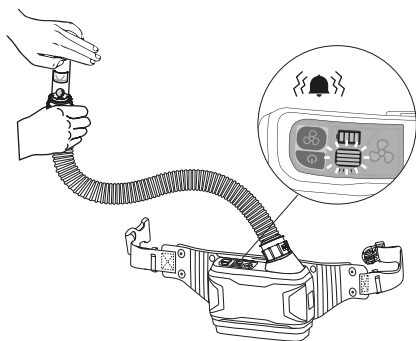

fig.5
- Conecte el indicador de flujo de aire al conducto de aire de la unidad del soplador. Para probar la alarma, encienda la unidad del soplador y cubra el conducto de aire del indicador de flujo de aire. Escuchará una alarma audible y verá la luz verde parpadeando. La alarma debería detenerse si quita la mano (véase la fig.5)